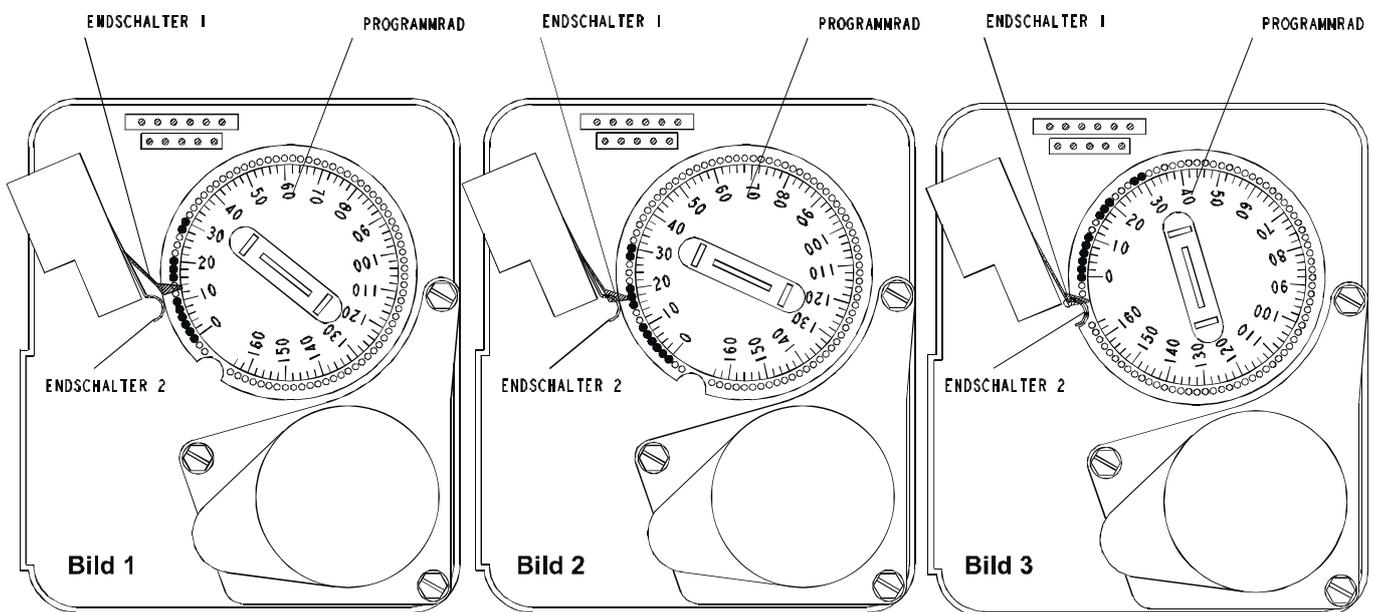

Abb. G-1: Zeitsteuerung Rückseite
- Timer nach rechts wegklappen und 10 Minuten warten bis Endschalter 1 frei ist (Abb. G-1, Bild 1) und der Stellmotor des Steuerkolbens steht.
- Warten, bis Endschalter 1 wieder gedrückt ist (Abb. G-1, Bild 2) und der Stellmotor des Steuerkolbens steht.
- Enteisungsanlage befindet sich wieder in Betriebsstellung, wenn Endschalter 1 und Endschalter 2 frei sind (Abb. G-1, Bild 3).